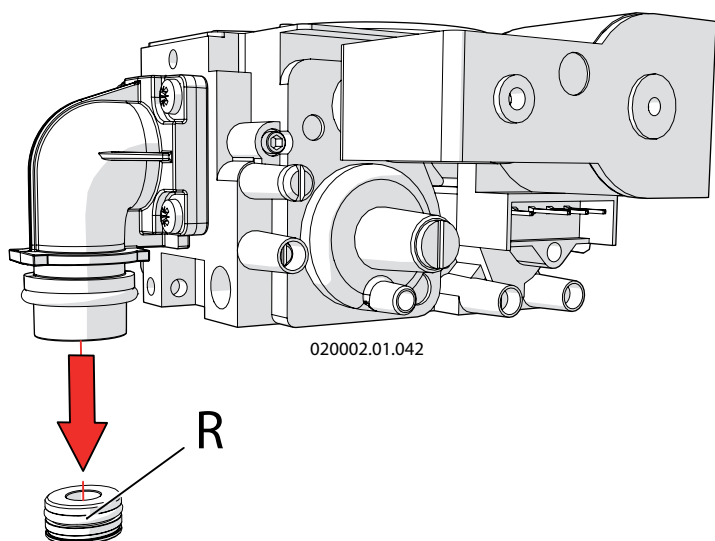

Figura 6-4 - Sostituzione ugello gas
- 18 - Sostituire l'ugello del gas "R" (vedi figura 6-4) con quello opportuno secondo quanto riportato in figura 6-7 alla voce "Diametro ugello gas";